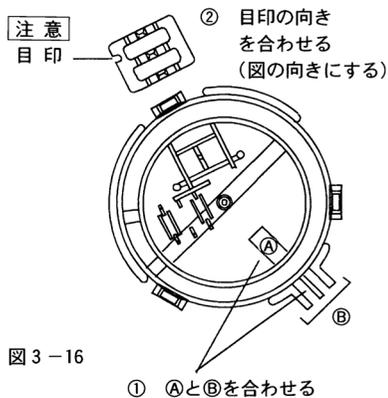

図 3-16
⑨	スイッチブラシの目印の向きは正しいですか？（図3-16参照）